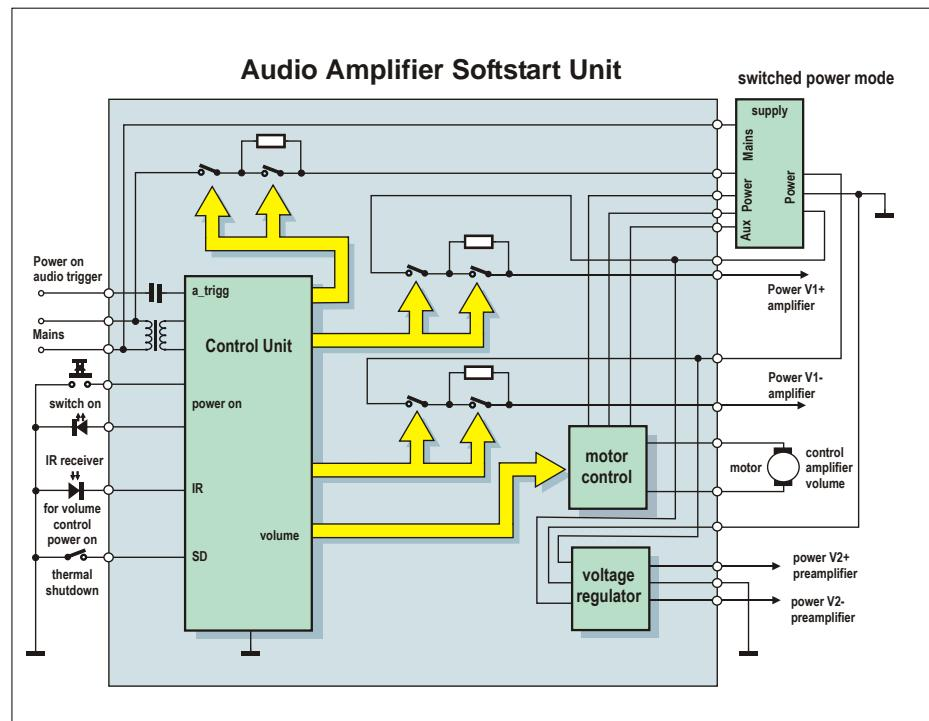

Figure 3. Schéma de principe du circuit.
Nous avons opté pour un circuit commandé par un microcontrôleur. Il y a des possibilités d'extension sans trop d'ajouts matériels, par ex. pour la mise en service et l'arrêt automatiques commandés respectivement par la détection de la présence ou l'absence d'un signal audio. Un récepteur infrarouge (IR) permet également la commande d'un potentiomètre de volume motorisé. Le schéma de principe du circuit est repris en **figure 3**. Le microcontrôleur est au cœur du circuit, et malgré son omniprésence on peut se contenter d'un relativement modeste ATtiny44. Le circuit de démarrage en douceur est alimenté via son propre transformateur, à gauche sur le schéma. La tension du secteur va aussi – via un circuit de protection à relais et thermistance – vers l'alimentation de l'amplificateur de puissance, en haut à droite. Cette dernière fournit les tensions posi-